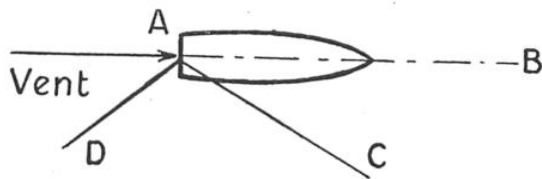
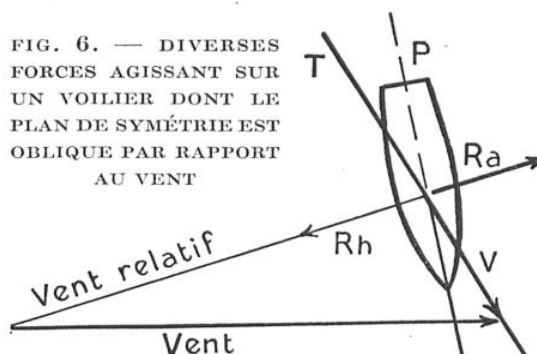

FIG. 5. — POUR NAVIGUER SUIVANT LE VENT, LA FORME DE LA VOILE PEUT ÊTRE QUELCONQUE, IL SUFFIT QU'ELLE AIT UNE SURFACE SUFFISANTE
FIG. 6. — DIVERSES FORCES AGISSANT SUR UN VOILIER DONT LE PLAN DE SYMÉTRIE EST OBLIQUE PAR RAPPORT AU VENT
Cette courbe (fig. 6), où sont portées, en abscisses (lignes horizontales), des valeurs quelconques de I_t (indice de toxicité) et, en ordonnées (lignes verticales), les valeurs de E correspondantes, montre que, lorsque
FIG. 6. — COURBE PERMETTANT, POUR TOUTE VALEUR DE L'INDICE DE TOXICITÉ (I_t) D'UN ÉCHANTILLON DE GAZ BRÛLÉS DANS UN MOTEUR D'AUTOMOBILE, DE TROUVER LE COEFFICIENT D'UTILISATION (E) CORRESPONDANT DE L'ESSENCE CONSOMMÉE PAR CE MOTEUR
Lorsqu'un voilier est poussé par le vent, il ne peut pas, par le simple jeu de ses voiles, faire route suivant n'importe quelle direction. Supposons qu'il soit en A (fig. 5). Pour faire route vers B , il suffit qu'il ait comme voilure une surface quelconque offrant une résistance au vent. Pour naviguer de A vers C , à la rigueur une telle surface est encore utilisable, car le marin sait tirer parti des qualités marines de son navire. Dans ce cas, en effet (fig. 6), le patron inclinera son bateau sur sa trajectoire d'un certain angle, que nous appellerons X . L'eau venant frapper le navire dissymétriquement, il s'en suivra une résultante hydrodynamique Rh (tout comme s'il s'agissait d'une aile plongée dans un courant d'air), qui sera égale et opposée à Ra (réaction du vent sur la voile).
déplacer suivant AD , par exemple (fig. 5), il faudra faire usage de voiles donnant une résultante dont la direction n'est plus parallèle au vent.